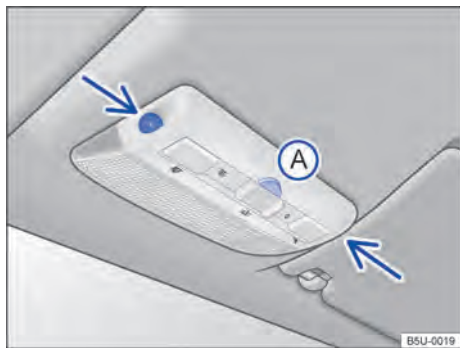

Fig. 46 En la consola del techo: sensores de vigilancia del habitáculo y tecla (A) para desconectar la vigilancia del habitáculo.
La vigilancia del habitáculo dispara la alarma con el vehículo bloqueado, si reconoce movimientos en el interior del vehículo. El sensor y el receptor están ubicados en el conjunto de la luz de lectura → fig. 46 (flechas).
- Presionar la tecla → fig. 46 (A). En el panel de instrumentos la luz de control 🔴 se enciende.